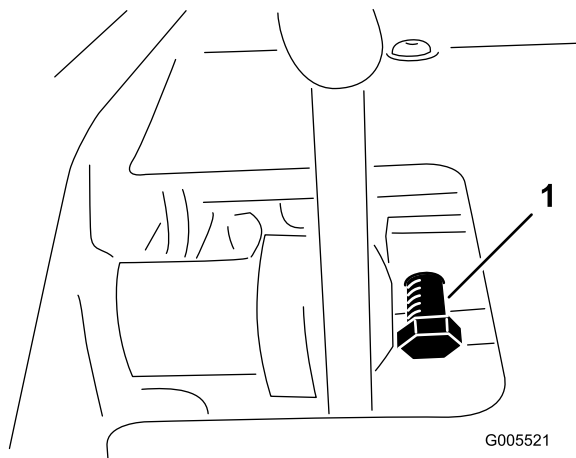

Figure 55
1. Desserrez l'écrou de blocage sur le boulon de verrouillage de la pédale (Figure 55).